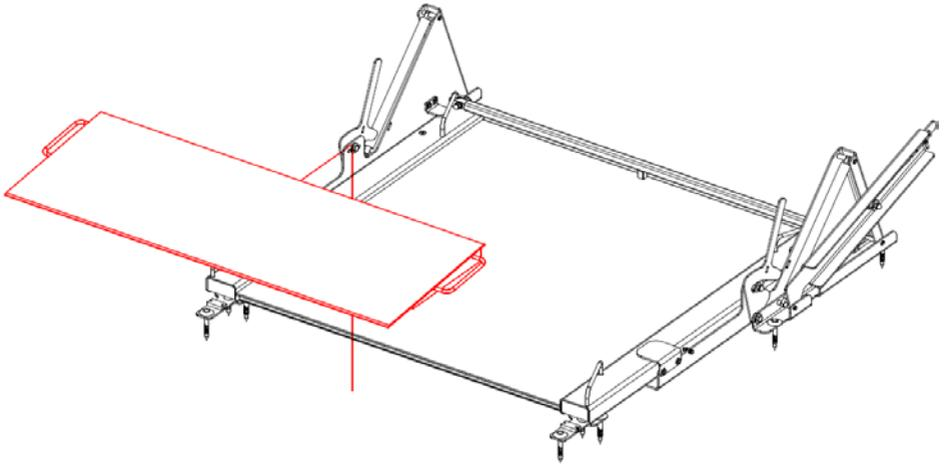

Abbildung 16. Montage der 1. Rampe
- 13. Montieren Sie die Rampe (Abbildung 16, 17).